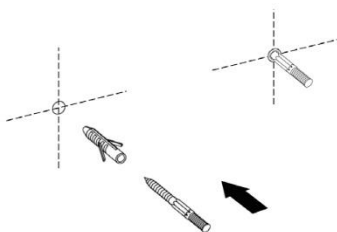

рис. 4
3. Прорежьте отверстия согласно отметкам и установите крепежные винты (рис.4.). Если в стене уже есть кронштейн, напрямую отрегулируйте длину винта;